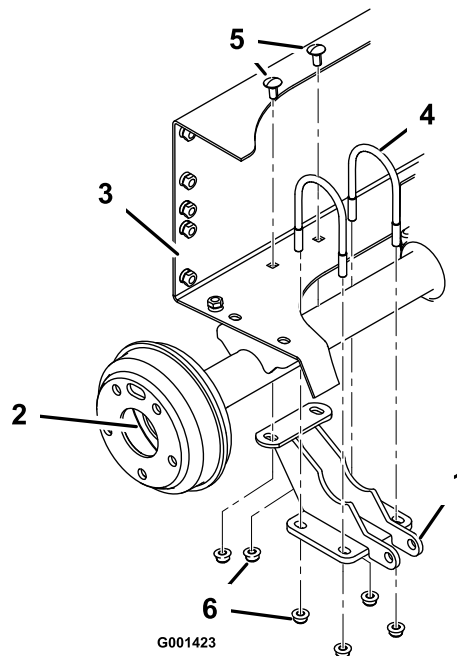

図 5
4. 昇降シリンダのサポートを、後アクスルの右端に、取り付け穴をバッテリー・トレイの穴に揃えて仮止めする；U ボルト 2 本と、フランジ・ナット (3/8 インチ) (4本) を使う (図 5)。
5. 昇降シリンダのサポートを後フレームに固定する；キャリッジ・ボルト (3/8 x 3/4 インチ) (2本) とフランジ・ナット (3/8 インチ) を使用する。ブラケットとアクスルとを確実に整列させながら、U ボルトについているフランジ・ナット 4 本を均等に締め付ける。ブラケット後部を後フレームに固定しているナット (2個) を締め付ける (図 5)。